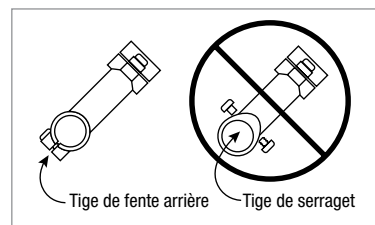

Figure 1
**▲ AVERTISSEMENT :** N'utilisez que des potences à collier arrière à fente sur les tubes de pivot en carbone. Pour éviter toute défaillance, n'utilisez pas de potence à bride fermée (Fig. 1).